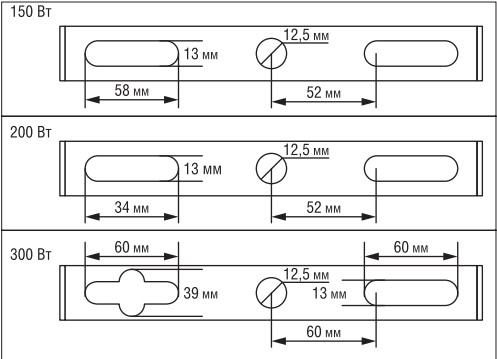

Рис.1
- 1. Проектор устанавливают на поверхности при помощи кронштейна с тремя отверстиями, Рис. 1.